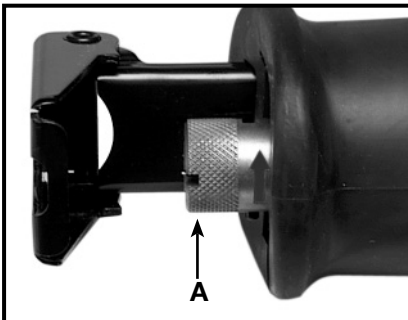

Fig. 1
1. L'arbre à mouvement alternatif doit être entièrement déployé pour donner accès au collier de dégagement de lame *Quick-Change™* (A) Fig. 1. Au besoin, appuyez délicatement sur l'interrupteur à gâchette pour mettre l'arbre à mouvement alternatif à sa position la plus extérieure (comme illustré à la Fig. 1).